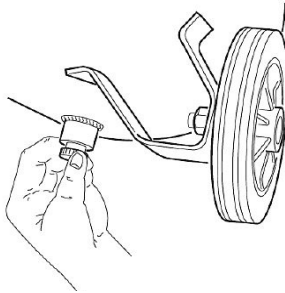

Abb. 15: Entwässerung
Schritt 4: Lassen Sie das Kondenswasser ab, indem Sie das Ventil öffnen, welches sich unter dem Behälter befindet (Pos. 7, Abb. 7 und Abb. 15). Schließen Sie das Ventil wieder, sobald nur noch reine Luft, ohne Kondenswasser austritt. Für diese Arbeit sind Schutzhandschuhe zu tragen. Zum Auffangen des Kondenswassers empfiehlt es sich ein flaches Gefäß zu verwenden.